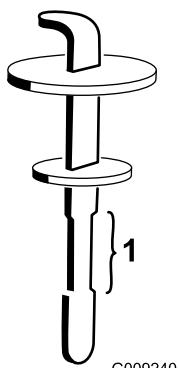

Figura 131
5. Retire la varilla del cuello de llenado y límpiela con un paño limpio. Inserte la varilla en el cuello de llenado y, a continuación, retírela y compruebe el nivel del aceite (Figura 131).